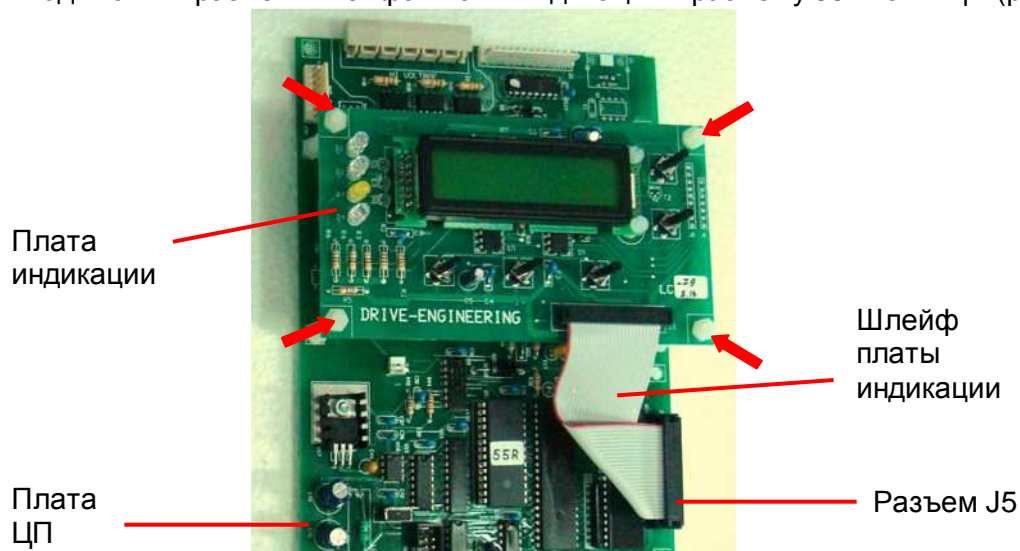

Рис. 7.15. Установка платы индикации.
7.8.1. Установить плату индикации на направляющие стойки (рис. 7.15).
7.8.2. Зафиксировать плату индикации четырьмя пластмассовыми гайками (рис. 7.15, красные стрелки).
7.8.3. Подключить разъем шлейфа платы индикации к разъему J5 платы ЦП (рис. 7.15).